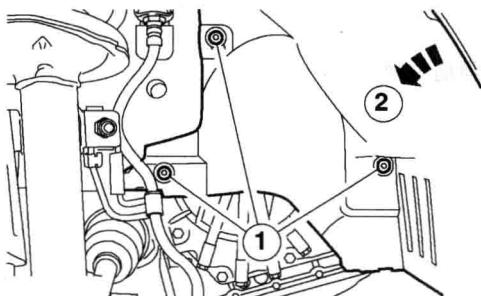
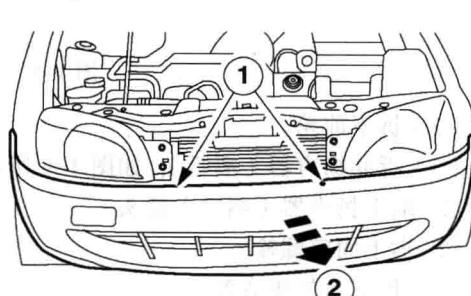

图 1-13 将两侧挡泥板罩从挡泥板局部分离
图 1-14 拆卸前保险杠
(9) 将两侧挡泥板罩从挡泥板局部分离，如图 1-13 所示。
① 拆下固定螺钉。
② 向后移动挡泥板罩。
(10) 将保险杠从挡泥板两侧分开。
(11) 拆卸前保险杠，如图 1-14 所示。
① 拆下紧固按钮。
② 拆下前保险杠。